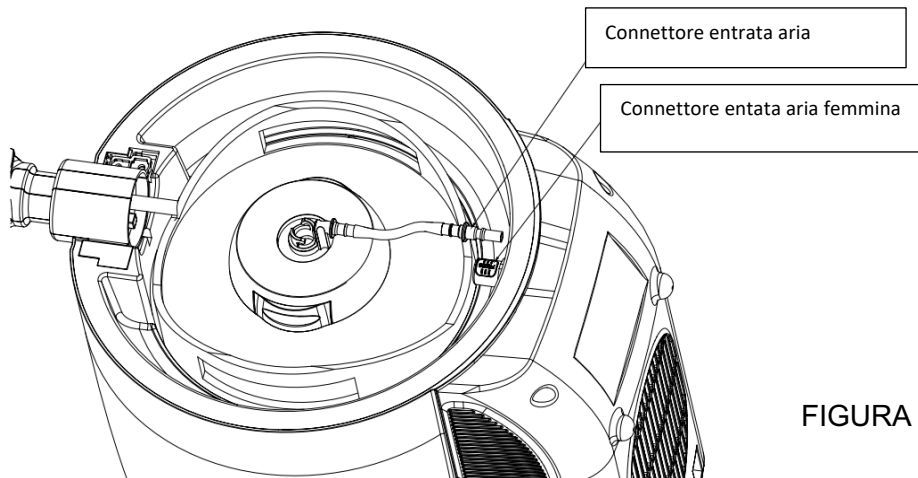

FIGURA 8
10. Inserire il connettore di ingresso rapido dell'aria all'estremità del tubo della birra sul dispositivo della valvola della birra, nella presa di ingresso rapido dell'aria, si sentirà un leggero clic ad indicare che è stato collegato (come mostrato nella Figura 8).